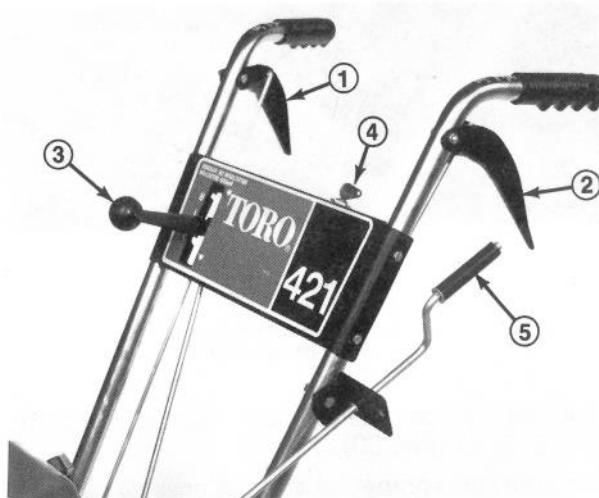

Figure 16
Commande de tarière (Fig. 16) — Cette commande a deux positions: EMBRAYÉE (Engage) et DÉBRAYÉE (Disengagement). Pour embrayer la tarière et le rotor, comprimez le levier contre la poignée du mancheron droit. Pour débrayer, relâchez le levier.
Commande de traction (Fig. 16) — Pour obtenir une traction, comprimez le levier contre la poignée du mancheron gauche. Pour arrêter la traction, relâchez le levier.
Sélecteur de vitesse (Fig. 16) — Cette commande a quatre positions: marche arrière, 1, 2 et 3 (trois vitesses avant). Pour changer de vitesse, placez le levier à la position désirée. Le levier s'enclenchera dans un cran à chacune des vitesses choisies. Utilisez les positions 1, 2 et 3 selon les conditions de la neige.
Clé d'allumage (Fig. 16) — La clé d'allumage a deux positions: MARCHE (on) et ARRÊT (off). Mettez la clé en position MARCHE (on) avant de mettre le moteur en marche à l'aide du démarreur à rappel. Pour arrêter le moteur, mettez le clé en position ARRÊT (off).
Commande d'éjecteur (Fig. 16) — Tournez la manivelle de commande de l'éjecteur à droite pour orienter l'éjecteur vers la gauche et tournez la manivelle vers la gauche pour orienter l'éjecteur vers la droite.
4. Tournez la clé d'allumage en position de MARCHE (Fig. 16).
1. Mettez la commande de traction et la commande de tarière (Fig. 16) en position débrayée.
2. Ramenez la manette des gaz en position lente (slow) et tournez la clé d'allumage en position d'ARRÊT (Off) (Fig. 16).